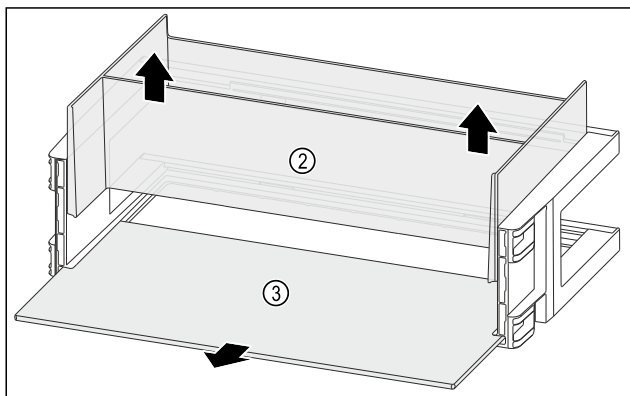

Fig. 142
- ▶ Извлеките органайзер Fig. 142 (2) движением вверх.
- ▶ Извлеките съемную полку Fig. 142 (3).